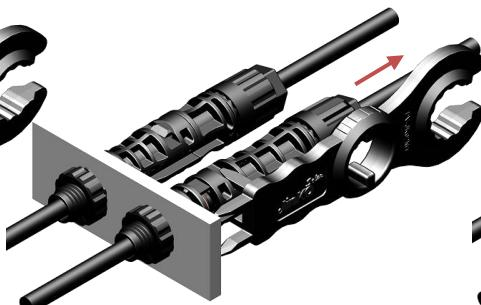

Figure 23
- ✧ 拉拔电缆连接器，即可分开公母连接器（如图 23&24）。
Pull the cable connector by hand respectively. The connector can now be separated (Fig. 23&24).